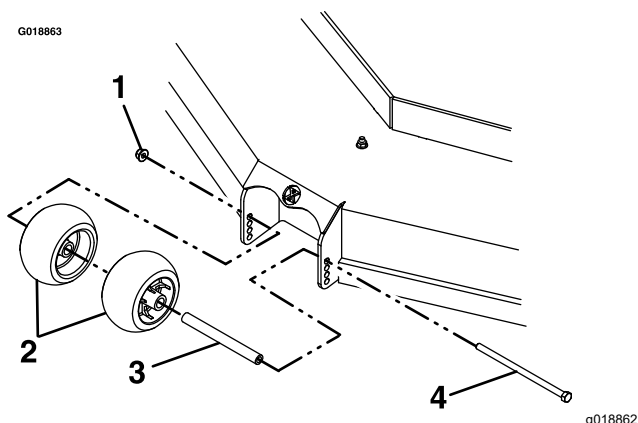

**Figure 30**
5. Placez les galets dans l'une des positions indiquées à la Figure 30.